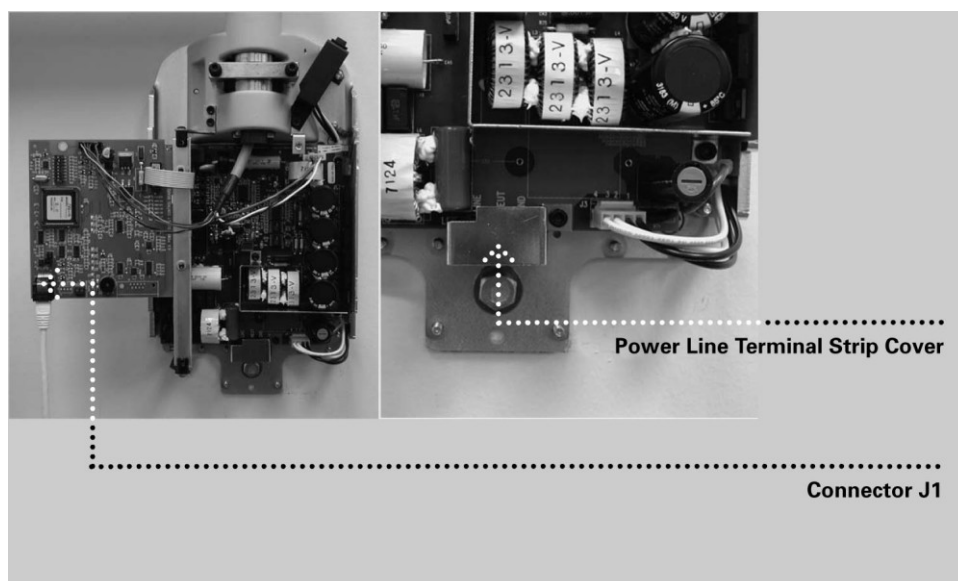

Рисунок 22
1. При помощи гаечного ключа Allen 3 мм снимите панель терминала электропитания (power line terminal strip cover) в основании контрольной платы питания, чтобы получить доступ к планке терминала электропитания, как показано на Рисунок 22.
3. Подключите другой конец кабеля в соединение J1 на контрольной плате питания 30-08043, как показано на Рисунок 22.